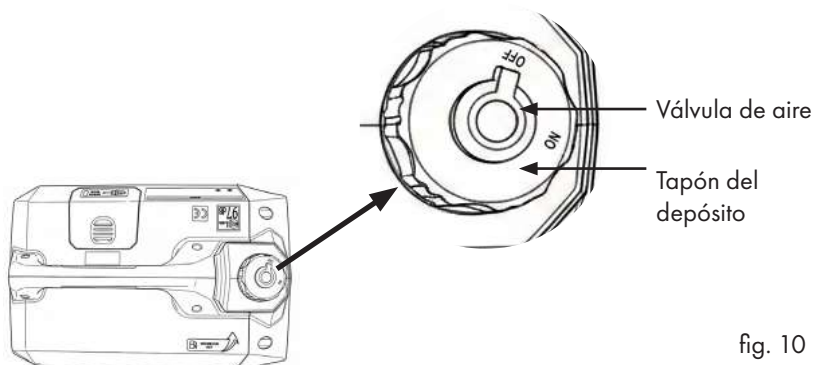

fig. 10
- Mueva la válvula de aire en la tapa del tanque de combustible a la posición ON para permitir que el aire entre en el tanque de combustible. Véase la fig. 10.